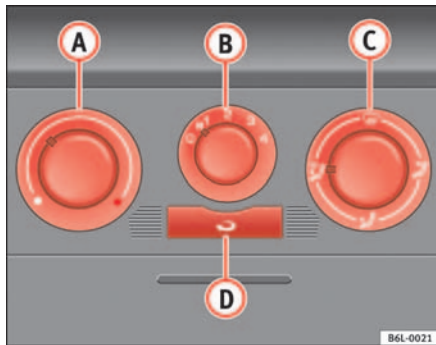

Abb. 90 In der Instrumententafel: Bedienelemente der Heizung
- Mit den Reglern ⇒ Abb. 90 **A** und **C** und mit dem Schalter **B** stellen Sie die Temperatur, die Luftverteilung und die Gebläsestufe ein.